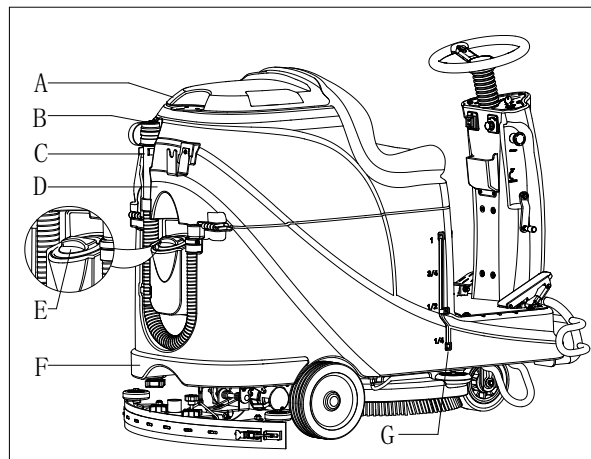

Figura 8
1. Aprire il coperchio di ingresso dell'acqua (E, Figura 8).
3. Non riempire troppo il serbatoio, far riferimento all'indicatore del livello dell'acqua (G) circa il volume dell'acqua.